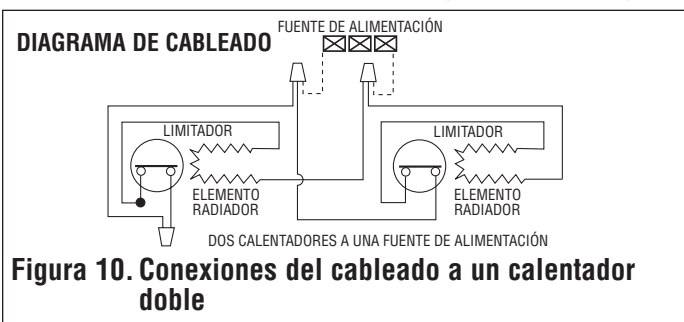

Figura 10. Conexiones del cableado a un calentador doble
- Cablee los calentadores como se muestra en el Diagrama de Cableado, Figura 10.